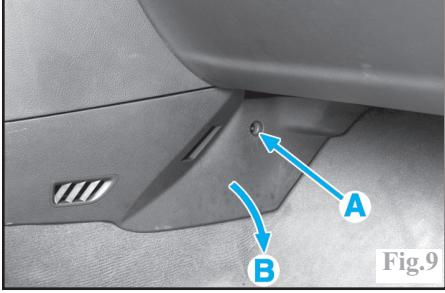

Fig.9
Déposer les fixations (A) des flasques latéraux de console (Fig.9).